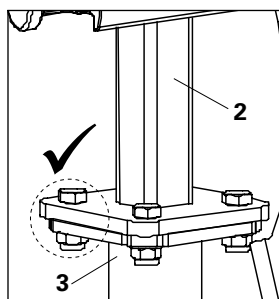

Fig. A3.06a
Utilizzare sempre la vite ISO M12 sul lato della testa a caduta (2) e il dado sul lato del puntello (3). (Fig. A3.06a)